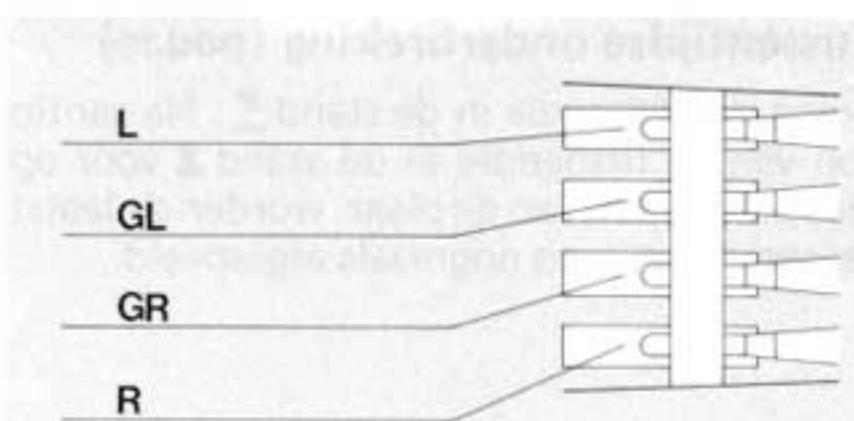

Fig. 15
3. Die Anschlüsse am Systemträger und Tonabnehmersystem sind gekennzeichnet (Fig. 15). Verbinden Sie die Anschlußlizen des
3. Les connexions sur le porte-cellule et la cellule sont repérées. Reliez les cordons du porte-cellule aux broches de la cellule portant le même repère (Fig. 15).
Connect the leads on the cartridge holder to the correspondingly coded connection pins of the cartridge (Fig. 15).